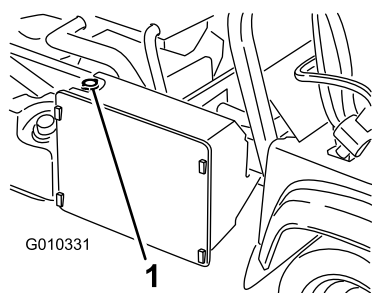

図 52
3. ラジエターキャップを取る 図 52。
7. ラジエター液を一杯にして、キャップを閉める 図 52。